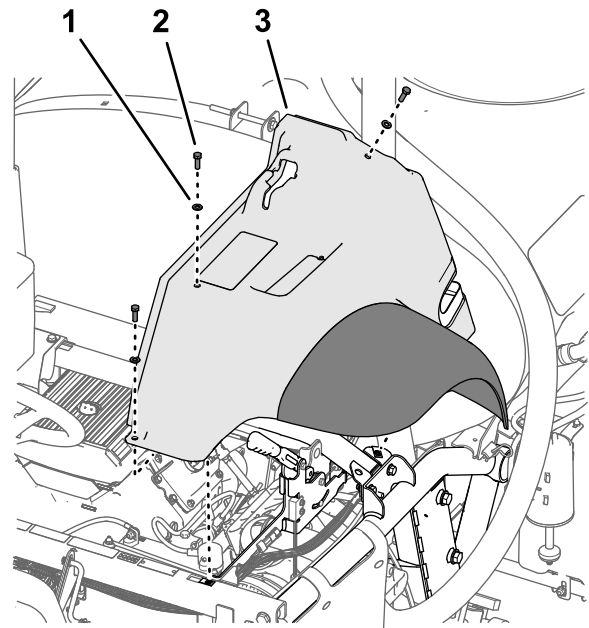

Figura 9
2. Retire los 3 pernos (5/16" x 1") y 3 arandelas (5/16") que sujetan el guardabarros al bastidor de la máquina (Figura 9).